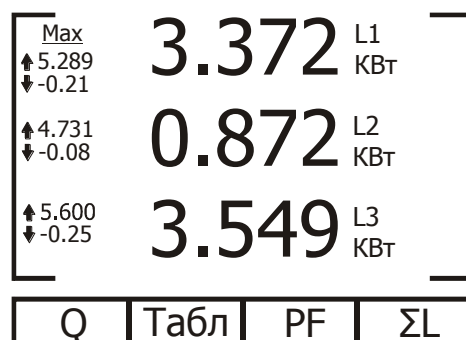

Рис. 30
3. Выберите пункт «**Текущие значения**» и нажмите Enter. На дисплее появится экран текущих, максимальных и минимальных значений мощности (рис. 30):